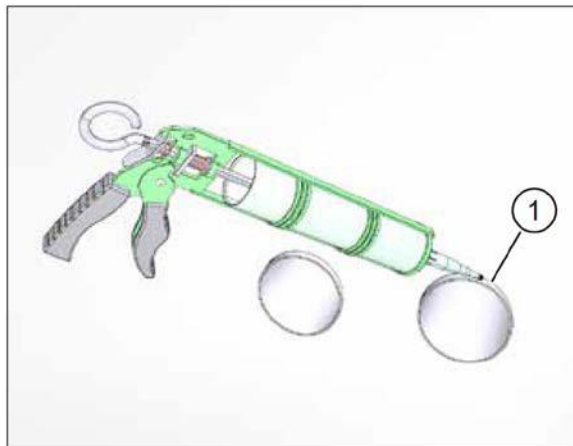

Рис. 41: герметизируйте вентиляционные трубы на наружной стене
- ▶ Снимите фаски с обеих кромок трубы (поз. 1 на рис. 41) примерно под углом $5 \times 45^\circ$, чтобы создать зазор для уплотняющих швов с использованием нетвердеющего герметика.